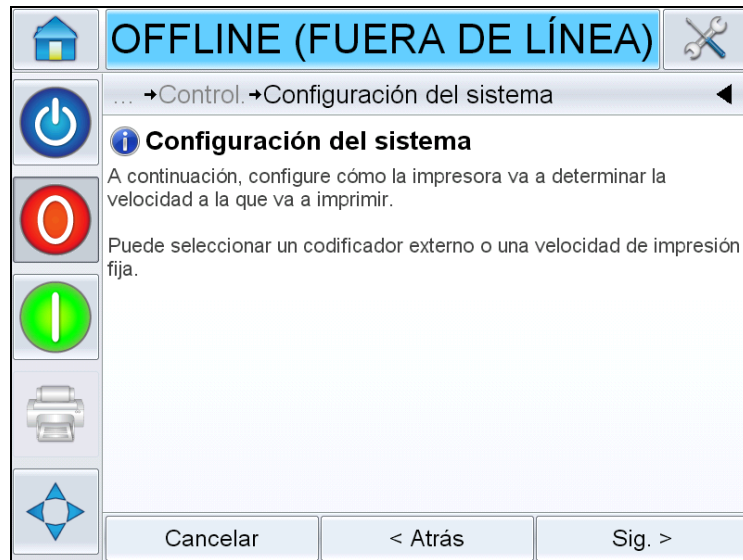

Figura 5-14: Velocidad de línea
**5** Seleccione el método con el que la impresora determinará la velocidad de impresión siguiendo la pantalla (consulte la Figura 5-14).